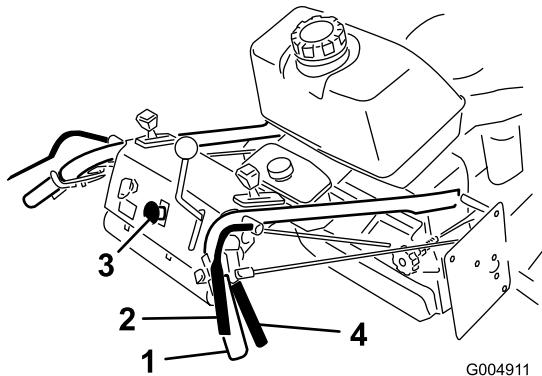

Figure 9
Relâchez les leviers de détection de présence de l'utilisateur (OPC) pour arrêter les lames (Figure 9).
1. Pour engager les lames, serrez les leviers de détection de présence de l'utilisateur (OPC) contre les poignées (Figure 9).